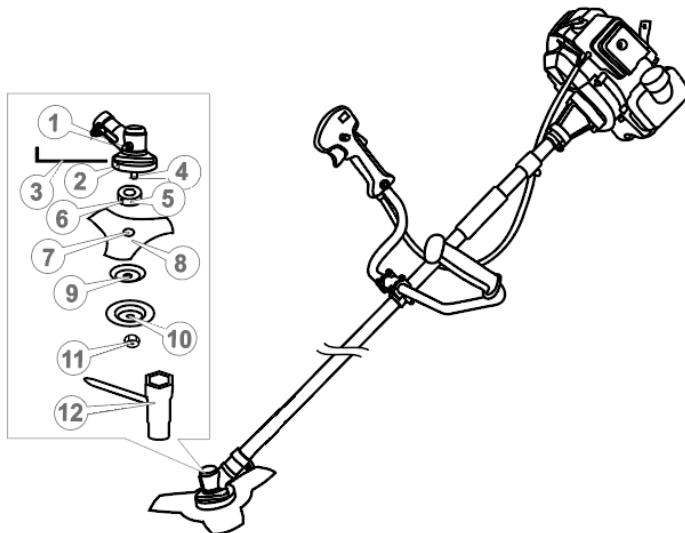
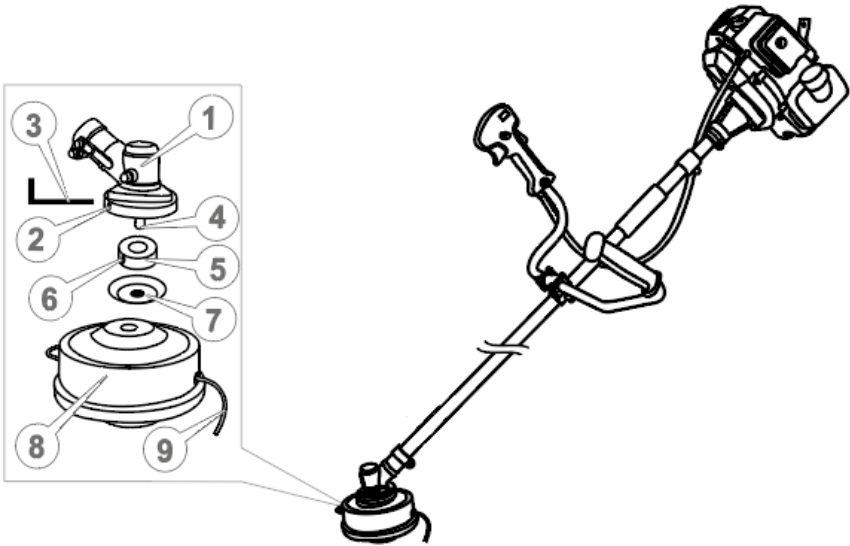

Рисунок 4. Схема встановлення різального ножа.
Рисунок 5. Схема встановлення різальної головки із жилкою.
- вставити шестигранний ключ (3, рис. 4) або викрутку в стопорний отвір (2, рис. 4) редуктора, фіксуючи таким чином вал від провертань;
- відкрутити за допомогою накидного ключа (12, рис. 4) верхню фіксуючу гайку лівої нарізки (11, рис. 4), зняти її, після чого зняти захисну кришку тарілчастої форми (10, рис. 4) та шайбу тарілчастої форми (9, рис. 4), залишаючи на шпинделі (4, рис. 4) приводну шайбу-перехідник (5, рис. 4);
- поверх приводної шайби вкласти різальний ніж (8, рис. 4) таким чином, щоб посадковий уступ приводної шайби (5, рис. 4) увійшов у посадковий отвір ножа (7, рис. 4);
- поверх ножа почергово встановити на шпиндель редуктора шайбу тарілчасту (9, рис. 4), захисну кришку (10, рис. 4) і надійно закріпити гайкою лівої нарізки (11, рис. 4) за допомогою накидного ключа (12, рис. 4);
- витягнути ключ (3, рис. 4) із стопорного отвору (2, рис. 4) редуктора (1, рис. 4).
Фіксуюча гайка (11, рис. 4) має ліву нарізку.
– вставити шестигранний ключ (3, рис. 5) або викрутку в стопорний отвір (2, рис. 5) редуктора, фіксуючи таким способом вал від провертань;
- відкрутити за допомогою накидного ключа (12, рис. 4) верхню фіксуючу гайку лівої нарізки (11, рис. 4), зняти її, після чого зняти захисну кришку (10, рис. 4), залишаючи на шпинделі (4, рис. 5) приводну шайбу (5, рис. 5) та шайбу тарілчастої форми (7, рис. 5);
- поверх шайби тарілчастої форми накрутити різальну головку із жилкою (8, 9, рис. 5);
- витягнути шестигранний ключ (3, рис. 5) або викрутку із стопорного отвору (2, рис. 5) редуктора (1, рис. 5).